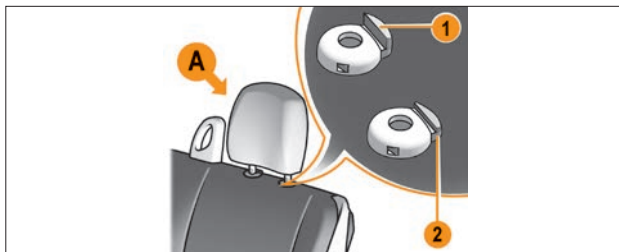

Рис. 2.2.1. Подголовники типа А
- Подголовники типа А (рис. 2.2.1).
Чтобы опустить его вниз, нажмите одновременно на фиксатор 1 (рис. 2.2.1 или 2.2.2) и на подголовник.
Снятие подголовников. Одновременно нажмите на фиксаторы 1 и 2 (рис. 2.2.1 или 2.2.2) каждого стержня подголовника, затем вытяните подголовник.